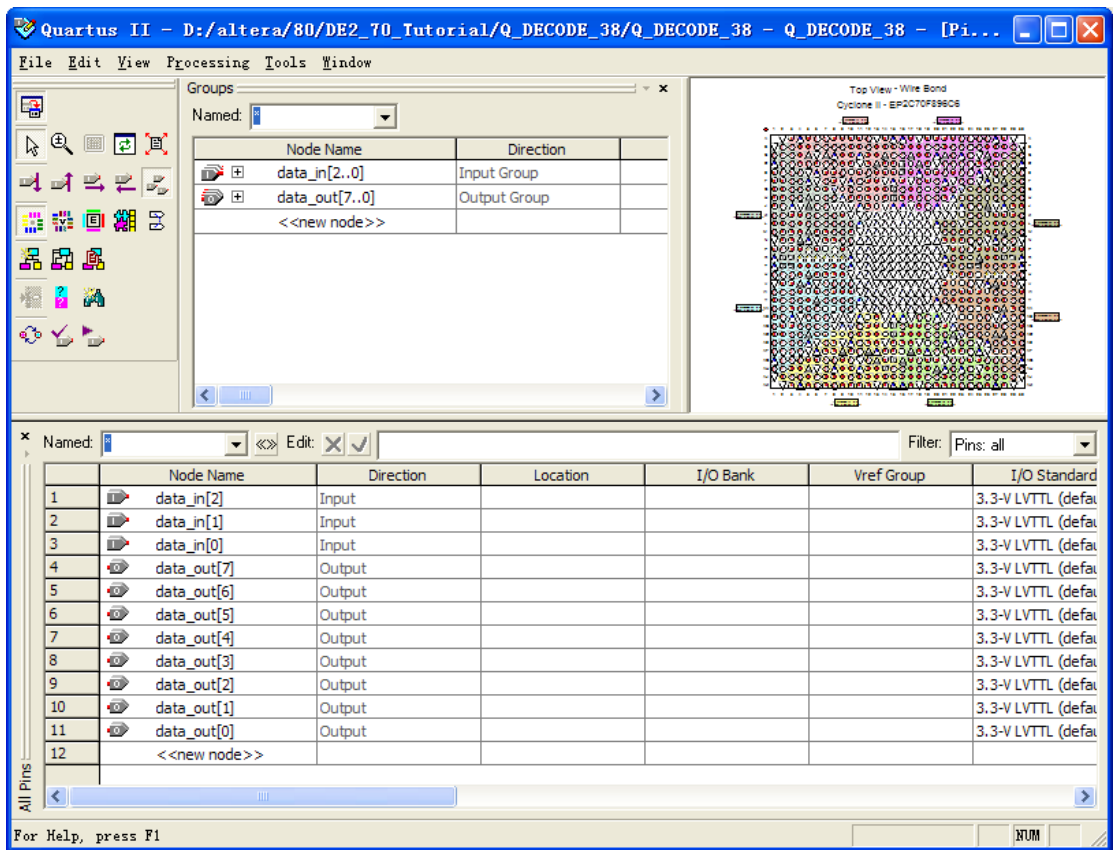

图 2-19 引脚配置窗口
15. Pins 菜单项执行之后，会出现一个引脚配置窗口。参看图 2-19。我们只用该窗口的下部的列表进行具体信号的引脚指定，参看图 2-20。